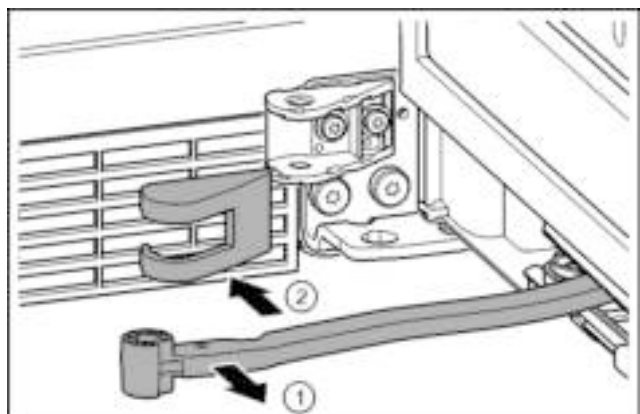

Fig. 16
- ▶ Scharnier in de richting van de deur draaien. *Fig. 16 (1)*
- ▶ Afdekking van de lagerbus verwijderen. *Fig. 16 (2)*